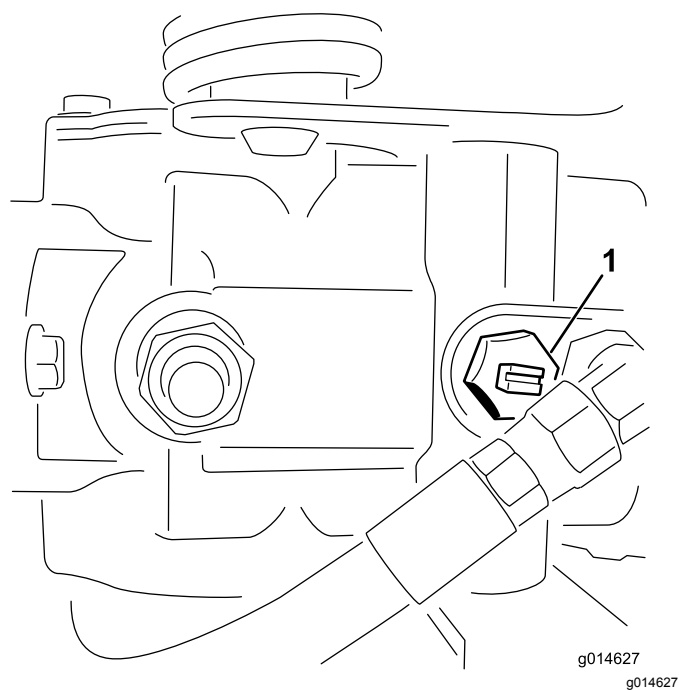

Figura 28
1. Localize a válvula de derivação na bomba e rode-a de forma a que a ranhura fique na vertical (Figura 28).
2. Antes de ligar o motor, feche a válvula de derivação rodando-a de forma a que a ranhura fique na horizontal (Figura 28).